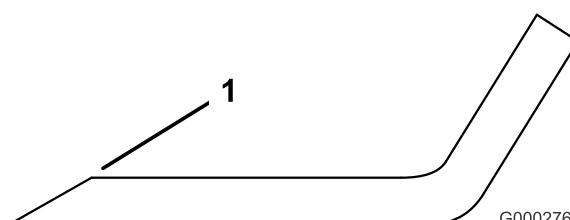

Figura 98
3. Inspeccione los filos de todas las cuchillas. Afílelos si están romos o tienen mellas. Afíle únicamente la parte superior del filo y mantenga el ángulo de corte original para asegurar un filo correcto (Figura 98). La cuchilla permanecerá equilibrada si se retira la misma cantidad de metal de ambos bordes de corte.